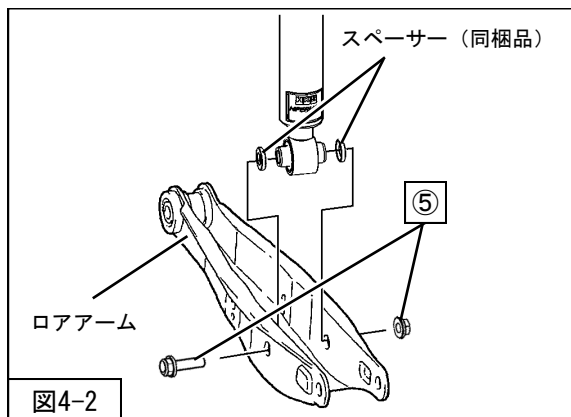
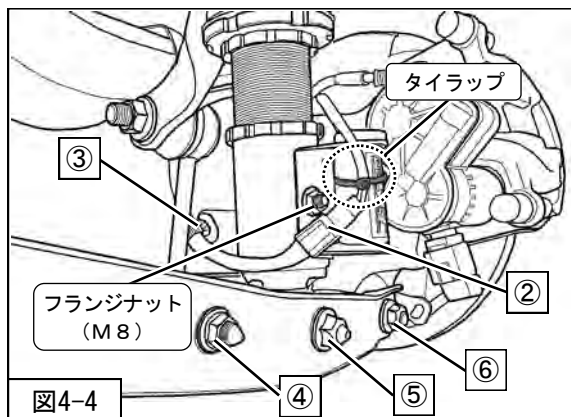

図4-2
図4-4
を取付けてください。(図4-2・図4-3・図4-4)
を取付けてください。(図4-4)
を使用し、SECを取付けてください。(図4-4)
をSECを取付けてください。(図4-4)
に固定してください。(図4-4)
- 7. ③ハーネスクリップを取付けてください。(図4-4)
※SECを取付けない場合は、取外した②エレクトリックダンパーコネクタに防水を施し、リアサスペンションASSYにタイラップ等で固定してください。(図4-4)